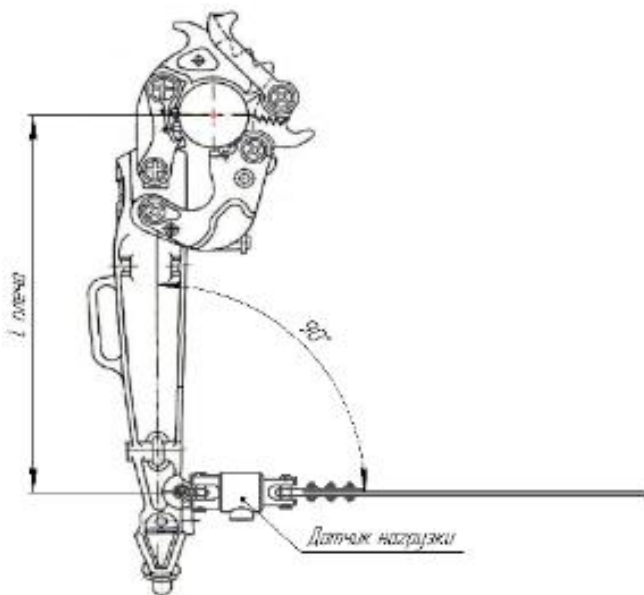

Рисунок 5. Схема установки ДН-130В
нагрузки ДН130В монтируется в месте крепления удерживающего каната или реактивной тяги так, чтобы кабель не был подвержен механическим нагрузкам (см. рисунок 5,6). Тело датчика рекомендуется повернуть разъемом вниз для исключения повреждений. Вся система должна по возможности образовывать прямой угол между осью ключа и осью удерживающего устройства, что позволит использовать показания датчика без учета синуса угла.
- Закрепить датчик в месте крепления удерживающего каната (на уровне с подвесным ключом) (см. рисунок 5,6);